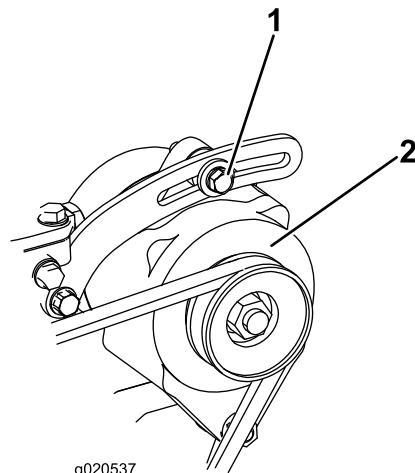

図 85
100 運転時間ごとにベルト図 85 の劣化状態および張り具合を点検してください。
2. たわみが 10mm でない場合には、オルタネータ取り付けボルトをゆるめる図 85。適当な張りに調整してボルトを締める。ベルトのたわみが適切に調整されたことを確認する。